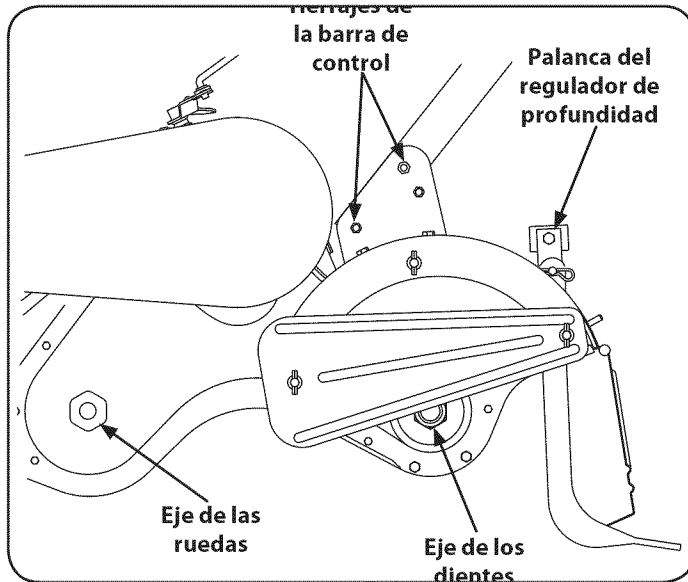

Figura 26
1. Retire la funda de bujía y utilice una llave para bujías para extraer la bujía. Vea la Figura 26.
Después de cada 10 horas de funcionamiento, aceite o engrase los puntos de lubricación- Use aceite lubricante limpio (es adecuado el aceite para motores de peso #30) y grasa de uso general limpia (es preferible grasa que contenga un lubricante de metal, si hay disponible). Vea la Figura 26.